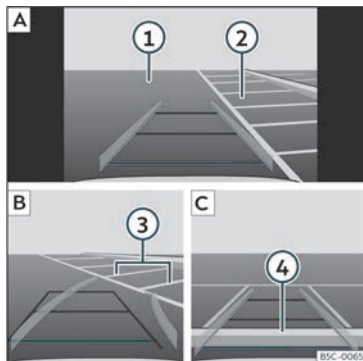

Fig. 196 Visualización na pantalla do sistema de infotainment: apcarar co asistente de marcha atrás.
Lenda da **fig. 196**:
- Coloque o vehículo diante do espazo de aparcamento»» **fig. 196 2 A**.